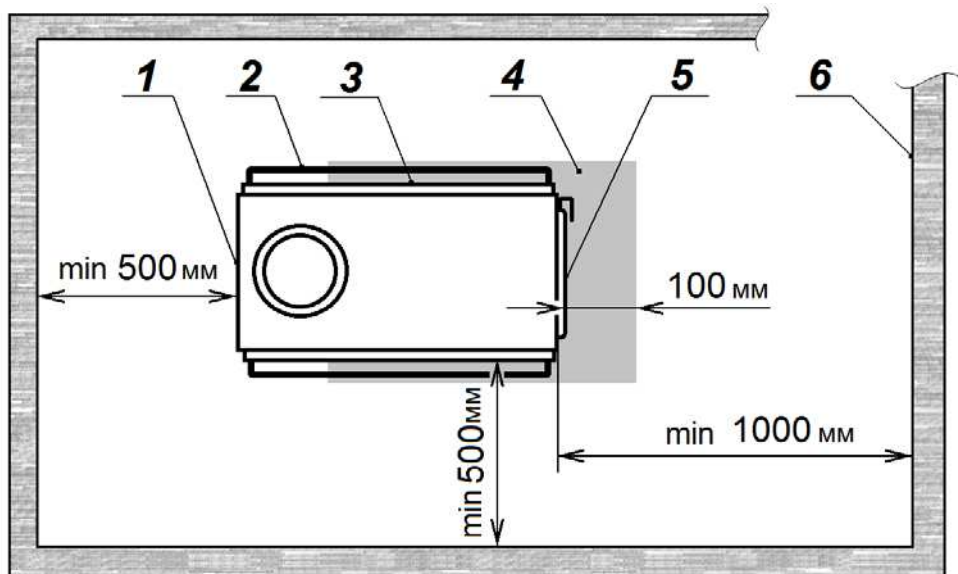

Рисунок 9. **Установка печи в палатке:**
6.3. Печь устанавливается ножками на металлический лист из комплекта: лист укладывается на пол отбортовкой вверх, а ножки печи устанавливаются в него как в поддон (см. **поз.9** на рис. 1, а также **поз.4** на рис. 9).